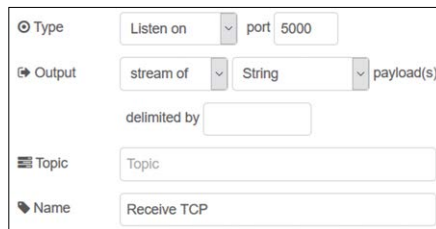

Figure 9.16 Configuration du nœud tcp dans
- Créer un **tcp dans** et le configurer comme indiqué dans la Figure 9.16. Un nœud TCP peut être configuré soit comme serveur, soit comme client. Lorsqu'il est configuré comme un serveur, le nœud écoute pour une connexion sur un port spécifié. Lorsqu'il est configuré en tant que client, le nœud se connecte à une adresse IP distante spécifiée. Dans cet exemple, le nœud est configuré comme un serveur et le numéro de port est défini sur 5000
Les étapes sont les mêmes que dans le projet 43, mais **udp dans** Le nœud doit être remplacé par **tcp dans** nœud. Le **tcp dans** le nœud doit être configuré comme dans la figure 9.16, et le **fonction** le nœud doit être configuré comme dans Project 43.